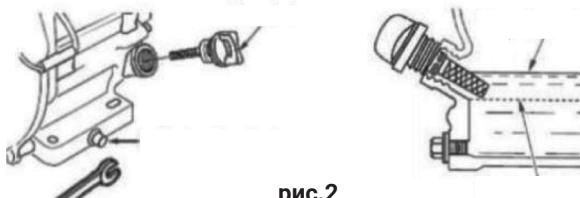

рис.2
2. Заправка генератора маслом (рис.2):